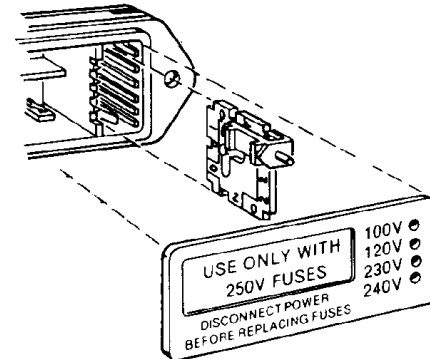

Figura 4. Cambio del voltaje de la fuente principal de alimentación.
- La tarjeta selector de voltaje es una tarjeta de circuito pequeña equipada con un pasador indicador blanco de plástico, instalado en el lado derecho del módulo de entrada de energía, tal como se muestra en la Figura 4. Tire de la tarjeta selector de voltaje recto hacia fuera de la carcasa, usando pinzas de punta para sujetar la tarjeta. No utilice el pasador indicador como un asa.